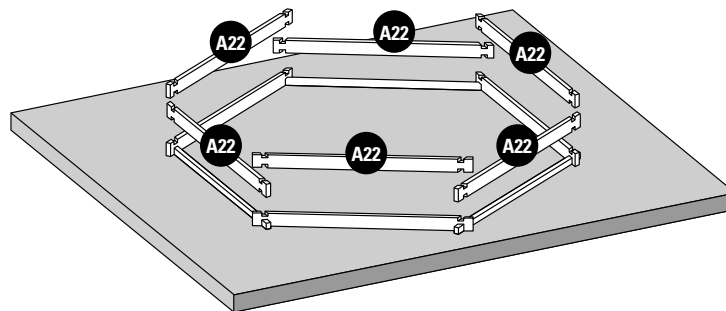

Fig. 2 / Abb. 2 / Afb. 2
- EN** **2nd LAYER OF BOARDS:** • Install the second layer of boards as shown in figure 2. • There is a wooden wedge in the structure packet to correctly assemble the boards. • Never directly hit against the boards. Do not hit them with anything metallic. This would inevitably damage the wood. • Try to correctly assemble the boards right from the start. There should not be any space between each layer of boards to avoid maladjustment of the higher boards.
- FR** **2ÈME RANGÉE DE MADRIERS :** • Positionnez les madriers de la deuxième rangée conformément à la figure 2. • De manière à emboîter correctement les madriers, une cale en bois est à votre disposition dans le colis de structure. • Ne pas taper directement sur les madriers. • Ne pas frapper avec une pièce métallique. Cela détériorerait le madrier irrémédiablement. • Veillez à emboîter bien à fond les madriers dès le départ. Il ne doit pas y avoir d'espace entre chaque rangée pour éviter un décalage au niveau des madriers supérieurs.
- DE** **2. BRETTERRIHE:** • Platzieren Sie die Bretter der zweiten Reihe laut Abb. 2. • Um die Bretter richtig anbringen zu können, finden Sie einen Holzkeil im Paket des Tragwerks. • Nicht direkt auf die Bretter klopfen. • Nicht mit einem Metallteil darauf klopfen. Es würde das Holz unabänderlich beschädigen. • Versuchen Sie, die Bretter von Anfang an tiefgehend ineinander zu fügen. Zwischen den Reihen darf kein Platz sein, um eine Fehlanpassung der oberen Bretter zu vermeiden.
- NL** **2ª RIJ PLANKEN:** • Plaats de planken van de tweede rij zoals aangegeven op afbeelding 2. • Om de planken correct te assembleren, zit er een houten wig in het pakket van het frame. • Sla niet direct op de planken. • Sla er niet direct op met metaal. Hierdoor raakt het hout onherstelbaar beschadigd. • Zorg ervoor dat de planken vanaf het begin stevig op elkaar aansluiten. Er mag geen ruimte tussen de rijen overblijven, om te voorkomen dat de bovenste houtdelen onregelmatig uitkomen.